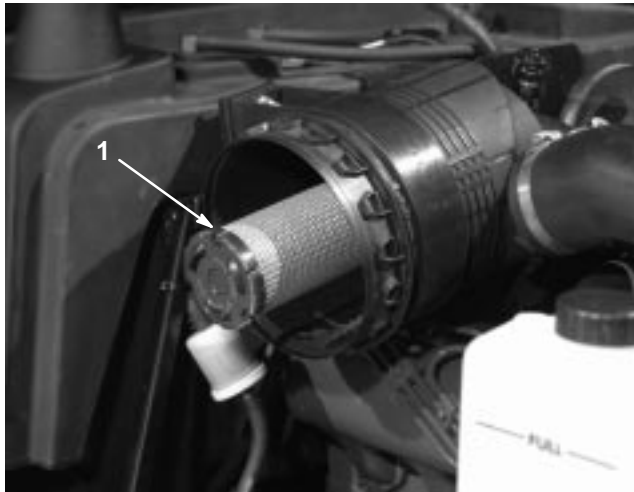

Bild 45
2. Schieben Sie den Hauptfilter (Bild 44) vorsichtig aus dem Luftfilterkörper heraus, damit möglichst wenig Staub aufgewirbelt wird. Vermeiden Sie ein Anstoßen des Filters am Filterkörper. Entfernen Sie den Sicherheitsfilter **nicht** (Bild 45).
Wichtig Versuchen Sie nie, den Sicherheitsfilter zu reinigen (Bild 45). Tauschen Sie den Sicherheitsfilter bei jeder dritten Wartung des Hauptfilters aus.